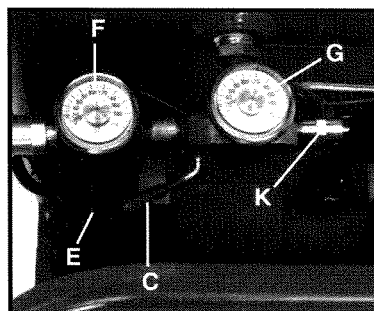

Fig. 3
Interrupteur ON/AUTO – OFF (C) Fig. 3 :
Régulateur (E) Fig. 3 : La pression d'air provenant du réservoir d'air est contrôlée par le régulateur. Tournez le bouton du régulateur en sens horaire pour augmenter la pression et en sens anti-horaire pour diminuer la pression. Pour éviter un nouveau réglage mineur après avoir modifié le réglage de pression, approchez toujours la pression désirée depuis une pression plus basse. En réduisant d'un réglage plus élevé à un réglage plus bas, réduisez d'abord à une pression inférieure à celle désirée, puis amenez à la pression désirée. Suivant les
Manomètre pour pression de sortie (F) Fig. 3 : Le manomètre pour pression de sortie indique la pression d'air disponible sur le côté sortie du régulateur. Cette pression est contrôlée par le régulateur et est toujours inférieure ou égale à la pression du réservoir. Reportez-vous au « Mode de fonctionnement ».
Manomètre pour pression du réservoir (G) Fig. 3 : Le manomètre pour pression du réservoir indique la pression d'air de réserve dans le réservoir.
Soupape de sûreté (K) Fig. 3 : Si le manostat ne met pas le compresseur d'air à l'arrêt à son réglage de pression de déclenchement, la soupape de sûreté protégera contre la haute pression en « sortant » à sa pression réglée en usine (légèrement plus élevée que le réglage de déclenchement du manostat).
10. Tirez l'anneau de la soupape de sûreté (K) Fig. 3, en laissant l'air se vider du réservoir jusqu'à ce que la pression du réservoir soit à environ 20 lb/po². Relâchez l'anneau de la soupape de sûreté.
REMARQUE : Si la soupape de vidange est colmatée, tirez l'anneau de la soupape de sûreté (K) Fig. 3, et tenez jusqu'à ce que toute la pression d'air ait été relâchée. La soupape peut alors être retirée, nettoyée et remise en place.